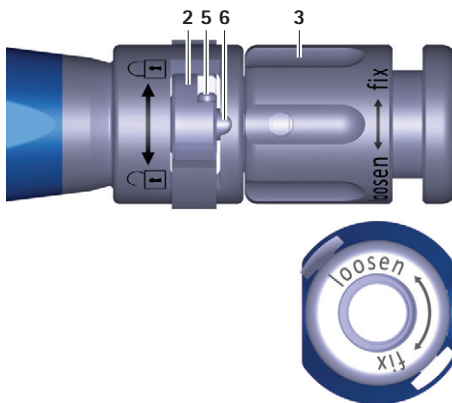

Рис. 1 Детальное изображение установочного инструмента, переключатель в открытом положении
- ▶ Повернуть поворотную гайку 3 на установочном инструменте А против часовой стрелки (направление "loosen" ("ослабить")), чтобы продвинуть стержень 6 вперед, см. Рис. 1.
- ▶ Повернуть переключатель 2 влево (направление , см. Рис. 1.
- ▶ Проверить положение для подсоединения установочного инструмента А, см. Рис. 1.